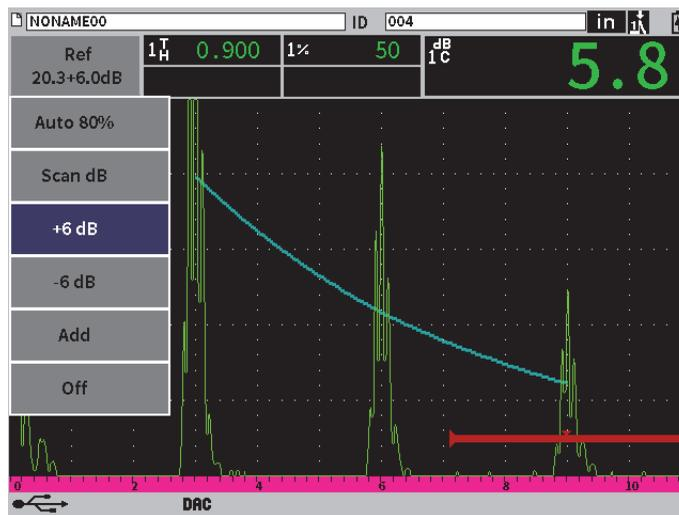

Figure 11-11 Courbe DAC standard — Gain de balayage à 6 dB
2. Réglez le gain par incrément approximatif ou précis, ou utilisez les boutons **+6 dB** ou **-6 dB** pour augmenter ou diminuer le gain de d'inspection (voir Figure 11-11 à la page 189).